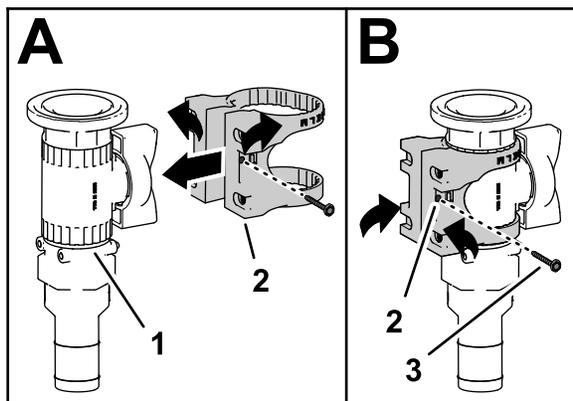

Figura 40
3. Monte a base da válvula na válvula de controlo flangeada, conforme se mostra em A da Figura 40.
4. Prenda a ferragem da válvula à válvula de controlo com o parafuso de cabeça flangeada (N.º 6) e aperte o parafuso à mão (B de Figura 40).